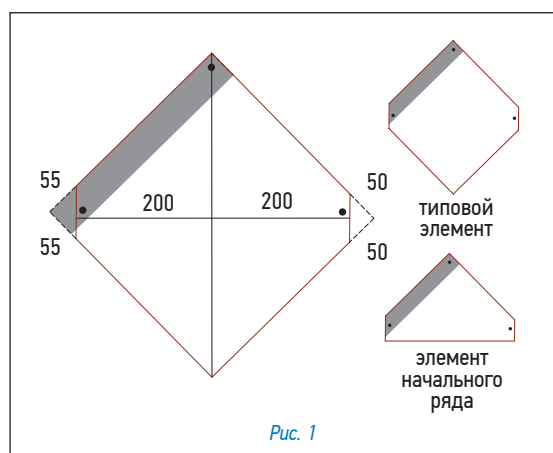

Рис. 1
- Типовые элементы Prestige Versalle выкраиваются из листов Prestige Compact (рис. 1);
- элементы начального ряда формируются из типовых элементов (рис. 1), укладываются по линии карниза в обе стороны от линии AD и фиксируются по нижнему краю битумной мастикой и тремя гвоздями (рис. 3a);